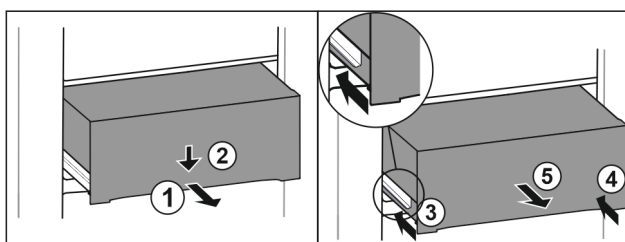

Fig. 112
- ▶ Vytiahnite zásuvku do polovice. Fig. 112 (1)
- ▶ Zatlačte zásuvku na prednej strane smerom nadol. Fig. 112 (2)
- ▶ Zasuňte ľavú koľajničku o cca 2 cm. Fig. 112 (3)
- ▶ Zasuňte pravú koľajničku o cca 2 cm. Fig. 112 (4)
- ▶ Odoberte zásuvku dopredu. Fig. 112 (5)